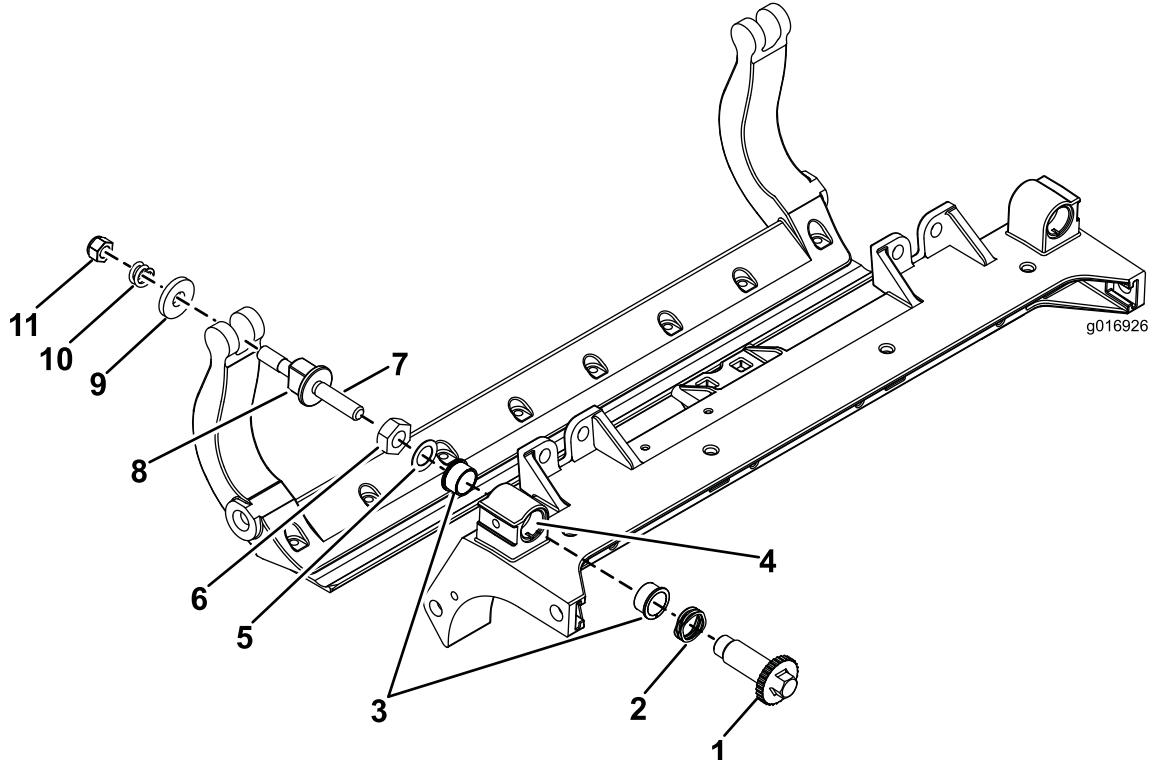

Figure 33
- Déposez toutes les pièces (voir les *Instructions d'installation* du kit DPA renforcé, modèle n° 120-7230 et Figure 33).
- Appliquez du produit antigrippant à l'intérieur du logement des bagues sur le bâti porteur du plateau de coupe (Figure 33).
- Alignez les clavettes des bagues à embase sur les fentes dans le cadre, et mettez les bagues en place (Figure 33).
- Posez une rondelle ondulée sur l'axe de réglage et insérez l'axe dans les bagues à embase sur le cadre du plateau de coupe (Figure 33).
- Fixez l'axe de réglage avec une rondelle plate et un contre-écrou (Figure 33). Serrez le contre-écrou à un couple de 20 à 27 N·m.
Remarque: Placez une rondelle en nylon de chaque côté du bossage de la plaque latérale. Placez une rondelle en acier à l'extérieur de chaque rondelle en nylon (Figure 33).